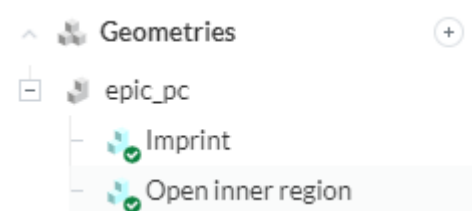

Рисунок 3
4. С помощью инструмента Imprint (см. Рисунок 3) автоматически определить поверхности, через которые контактируют твердые тела.